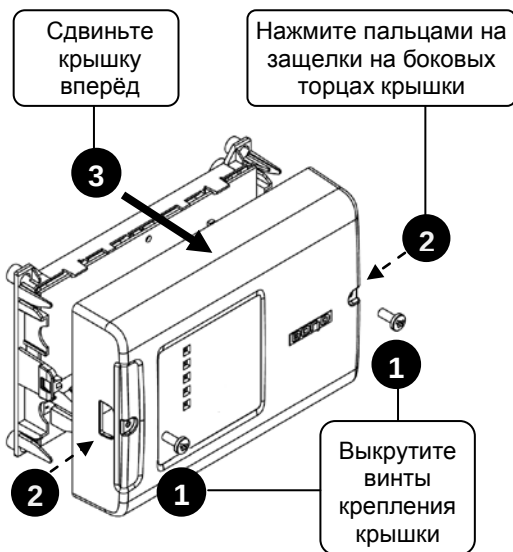

Рисунок 2. Снятие крышки контроллера
3.2.5 Снимите крышку контроллера в порядке, указанном на рис. 2.
3.2.9 Снимите крышку контроллера в порядке, указанном на рис. 2.
3.3.2 Снимите крышку контроллера в порядке, указанном на рис. 2.